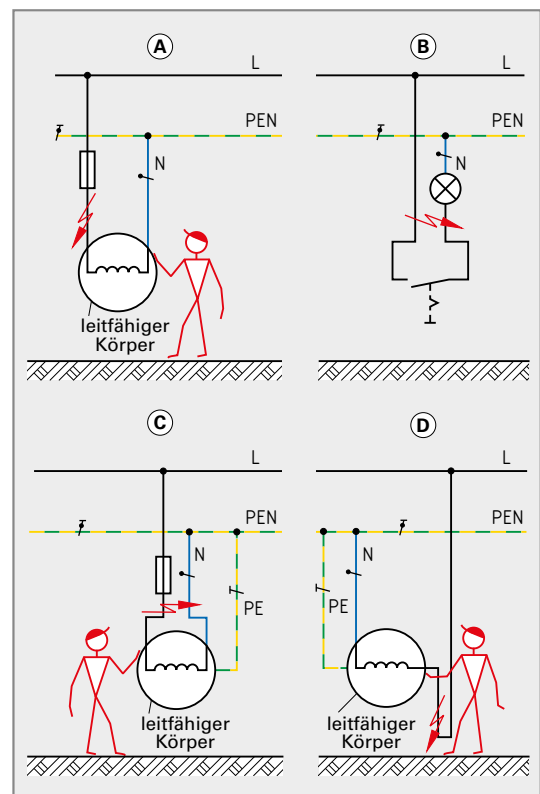

Bild 3: Arten von Fehlern in einer elektrischen Anlage
8. Welche mögliche Auswirkung hat ein Leiterschluss (vgl. Bild 3, vorhergehende Seite, B)?
9. Welche mögliche Auswirkung hat ein Kurzschluss (vgl. Bild 3, vorhergehende Seite, C)?
10. Welche mögliche Auswirkung hat ein Körperschluss (vgl. Bild 3, vorhergehende Seite, A)?